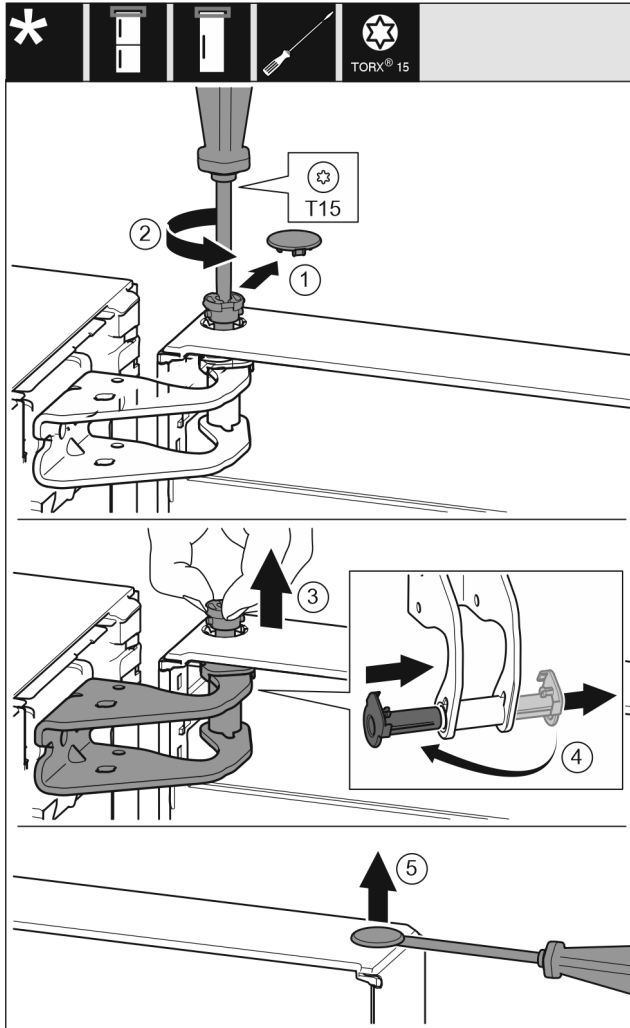

Fig. 7
- Обережно зніміть запобіжну кришку. Fig. 7 (1)
- Трохи викрутіть гвинт за допомогою викрутки T15. Fig. 7 (2)
- Притримуйте дверцята і витягніть палець руками. Fig. 7 (3)
- Витягніть із напрямної опорну втулку. Встановіть і зафіксуйте з іншого боку. Fig. 7 (4)
- За допомогою шліцевої викрутки обережно підійміть пробку із опорного втулка дверцят та витягніть її. Fig. 7 (5)